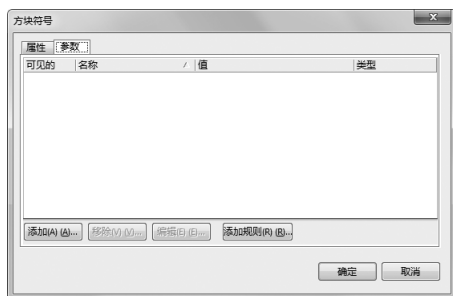
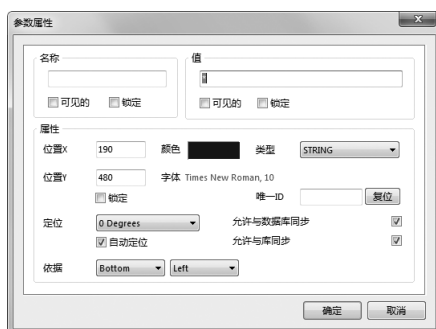

图 5-4 “参数”选项卡
图 5-5 “参数属性”对话框
(7) 在“方块符号”对话框中,单击“参数”选项卡,如图 5-4 所示,用户可以在“参数”选项卡中执行添加、删除和编辑原理图符号等其他有关参数的操作。单击“添加”按钮,系统将弹出如图 5-5 所示的“参数属性”对话框。在该对话框中,可以设置追加的参数名称、数值等属性。